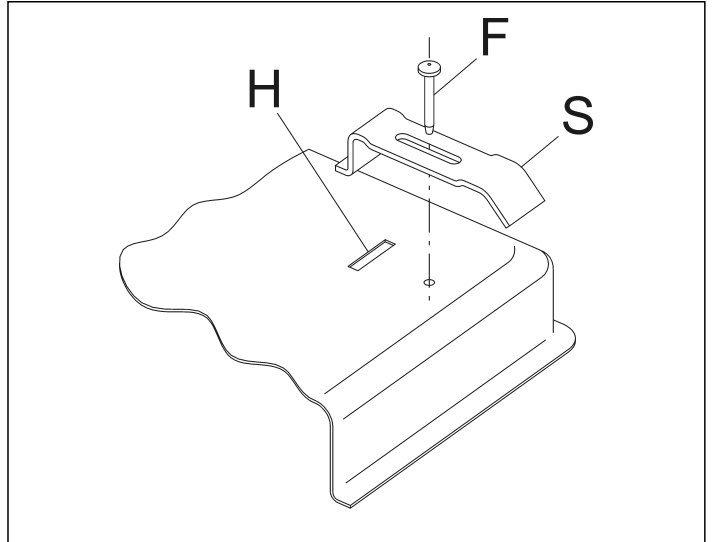

FIG. 10
- Fijar con las grapas "S", teniendo cuidado de introducir la parte sobresaliente en la ranura "H" que se encuentra en el fondo y enroscar el tornillo "F" hasta que la grapa "S" llegue al tope (fig. 10).